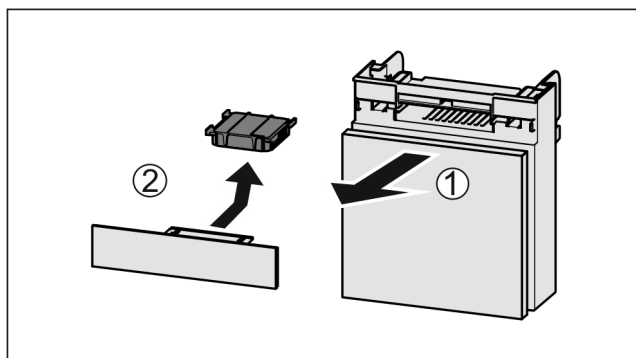

Fig. 82
- ▶ Predal izvlecite Fig. 82 (1) naprej.
- ▶ Odstranite Fig. 82 (2) aktivni ogljeni filter.